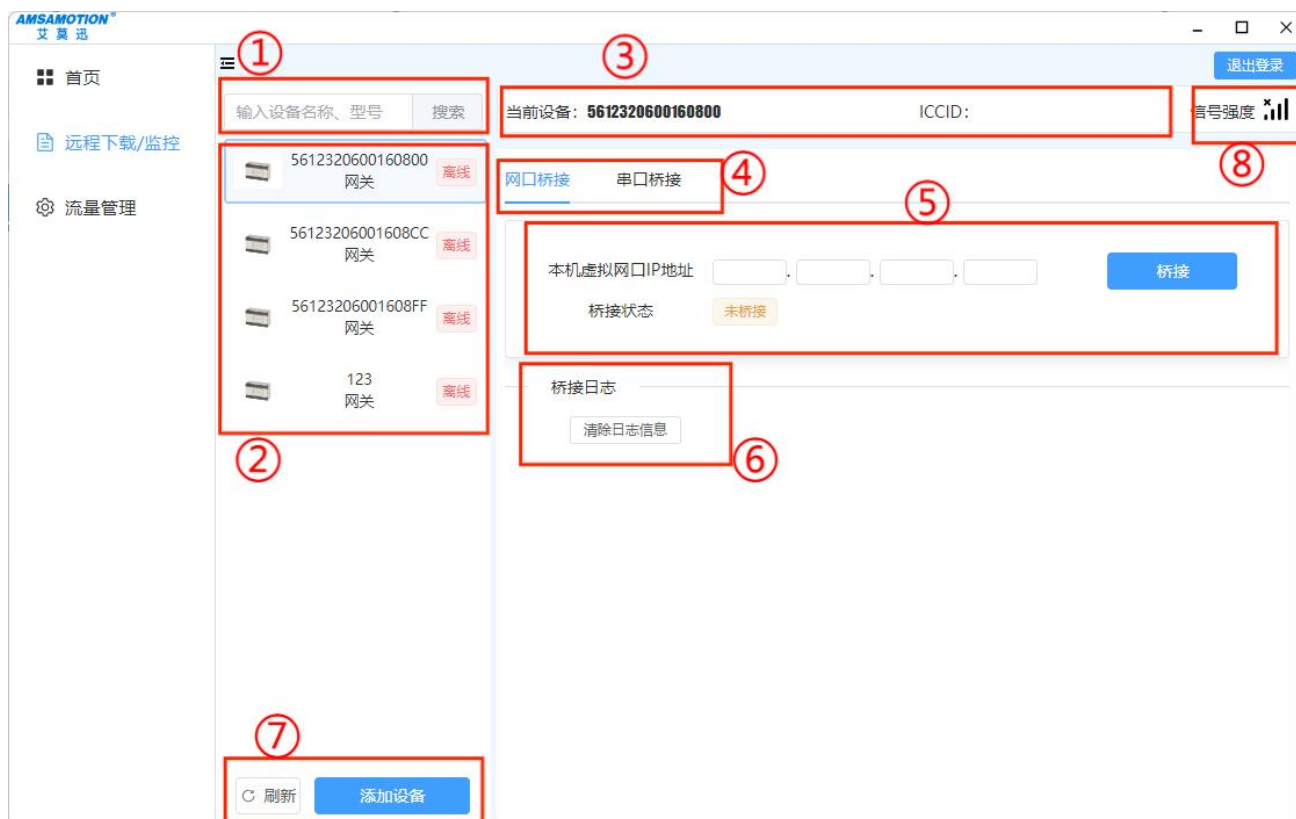

图 4-4-1
- ①：界面选择，首页即图 4-4-1 内容。远程下载/监控即设备管理以及功能界面。流量管理则是流量充值界面。
- ②：设备汇总圆形图，显示账号下绑定总设备数、在线设备以及离线设备数量，点击下方“在线设备”、“离线设备”可只显示在线设备或离线设备。
- ③：“项目数”与“消息”功能暂无，“设备数”显示当前账号下绑定设备数量，点击“设备数”可直接跳到设备管理界面。
- ④：系统公告会发布一些模块或艾莫迅产品信息，比如发现不支持 PLC 型号或艾莫迅上新产品功能。
- ⑤：退出登录则是退出到登录界面，显示账号名称和上位机版本
- ⑥：更新日志显示每个上位机版本的版本更新内容
- ⑦：艾莫迅新产品图，点击可直接进入艾莫迅官方网站
- ⑧：显示账号下每台设备的流量使用情况
- ①：输入后四位搜索账号下绑定设备
- ②：显示当前账号下绑定设备，并更新在线或离线状态